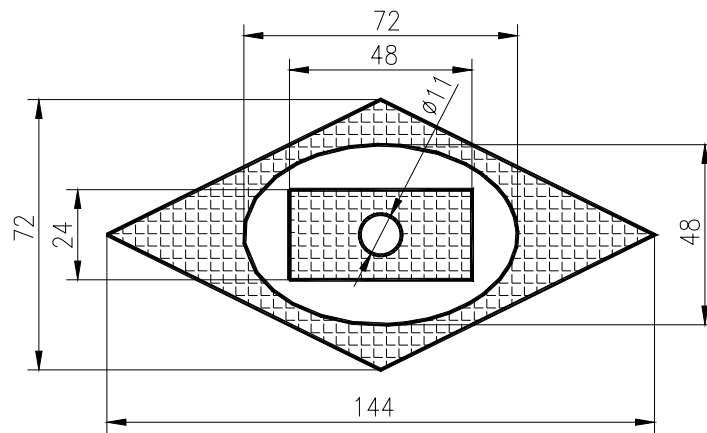

Fig. U9.13
3. Realizați desenul din Fig. U9.13 pe formatul prototip A3 realizat anterior. Pentru hașurare (comanda *HATCH*, sau din meniul derulant *Draw > Hatch*) utilizați modelul predefinit *ANGLE*, cu unghi de înclinare zero, la scara de reprezentare 12. Selectați simultan toate suprafețele. Copiați desenul înainte de hașurare în alte două poziții în care hașurați și cu stilurile *Outer* și *Ignore*.